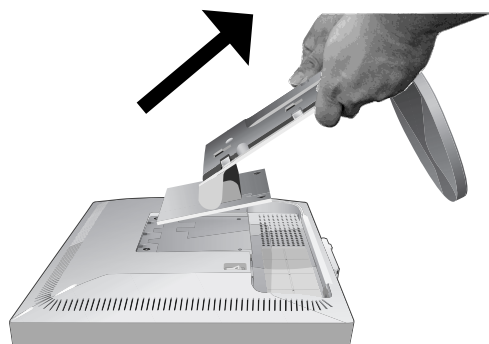

Figure M.4
5. Soulevez le support pour ouvrir les crochets supérieurs et retirez le support (**Figure M.4**).